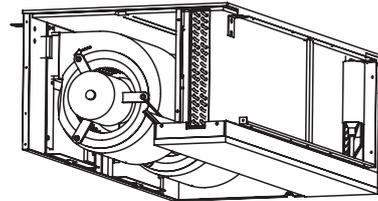

Рисунок 10.8
- 2) Удерживая руками нижнюю часть двигателя вентилятора, толкайте его вверх вдоль направляющих. (Рисунок 10.8).